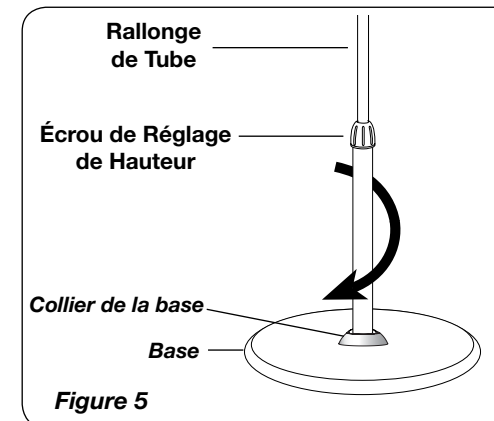

Figure 5
1. Placez le collier de la base sur le trou dans la base. D'un mouvement de rotation, insérer l'extrémité d'un tube de grand diamètre dans le trou de la **Base**. (*Figure 5*) Tourner le tube tout en le poussant pour l'asseoir complètement dans la **Base**.